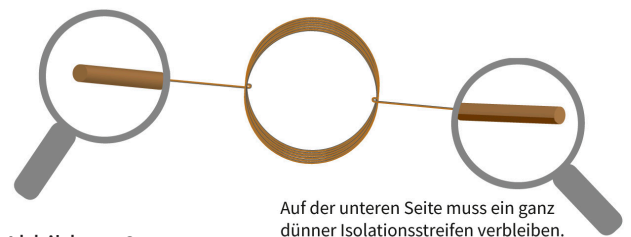

Abbildung 2
3. Die beiden Enden stellen nicht nur die Drehachse dar, sondern ermöglichen auch den Stromfluss. Deswegen muss die Isolierung der einen Seite vollständig entfernt werden und die der anderen nicht komplett. Wie in der **Abb. 2** gezeigt, muss auf einer Seite ein ganz dünner Isolationsstreifen verbleiben.